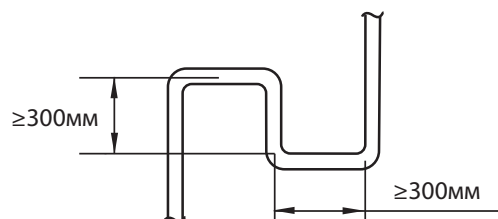

Рис. 5-2
4. Если наружный блок размещен наверху, и перепад высот превышает 20 м, рекомендуется установить маслоподъемные петли через каждые 10 м на газовой линии главного трубопровода. На Рис. 5-2 представлена схема маслоподъемной петли.
Тип трубопровода	Код (см. рис. 5-2)